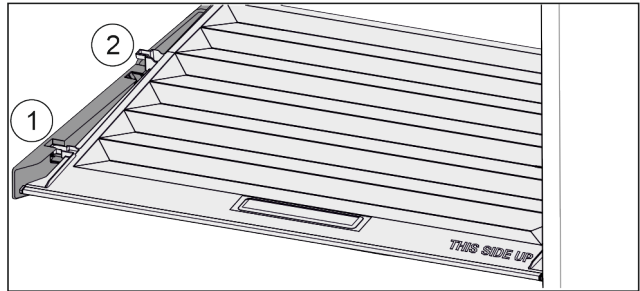

Fig. 43
- Deckel bis zur Öffnung in den Halteteilen nach vorne ziehen Fig. 43 (1).
- Hinten von unten anheben und nach oben wegnehmen Fig. 43 (2).